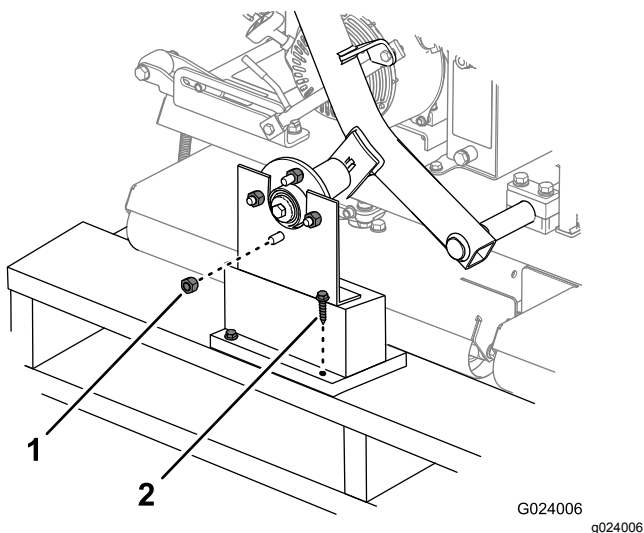

図 3
1. ホイールハブを出荷用ブラケットに固定しているラグナットを取り外す 図 3。同じく、各ホイールハブのスタッドにねじ込んであるナットも外す。